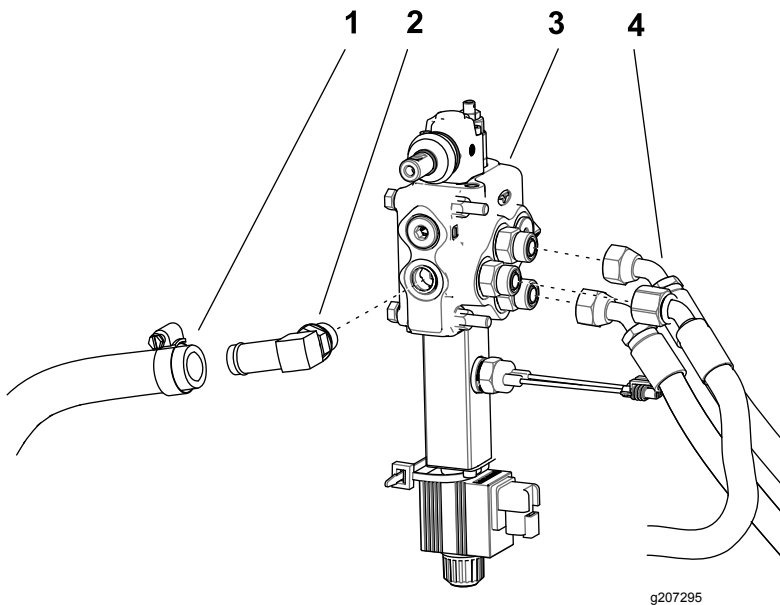

Figure 16
5. Montez le raccord coudé sur l'orifice au dos du distributeur auxiliaire (Figure 16).
7. Retirez l'obturateur du flexible de retour et fixez le flexible au raccord coudé avec le collier (Figure 16).